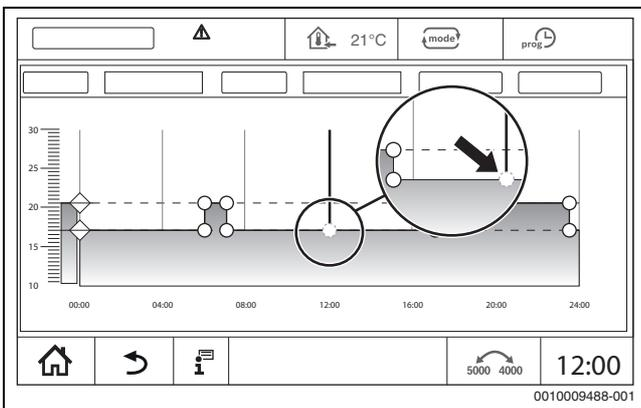

Рис. 26 Добавление точки переключения
- ▶ Коснитесь точки переключения (→ рис. 26, стр. 23) и потяните на ближайшую точку переключения.